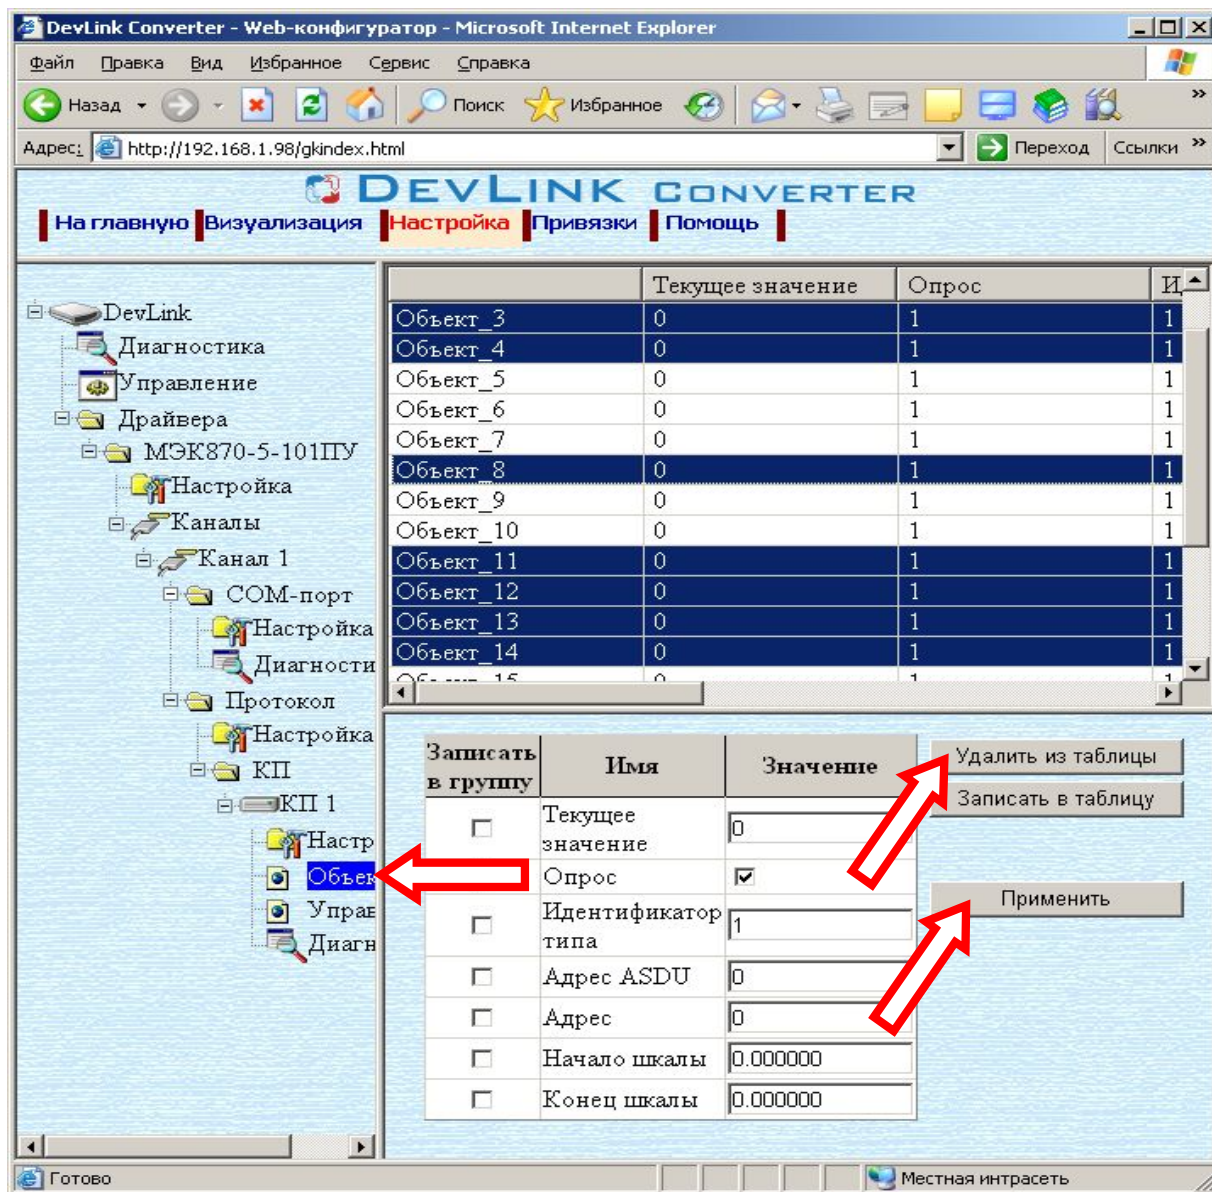

Рисунок 3.9 – Удаление объекта информации
- Выберите в дереве лист «Объекты» или «Управление» (в зависимости от того, какие объекты нужно удалять) (рисунок 3.9).